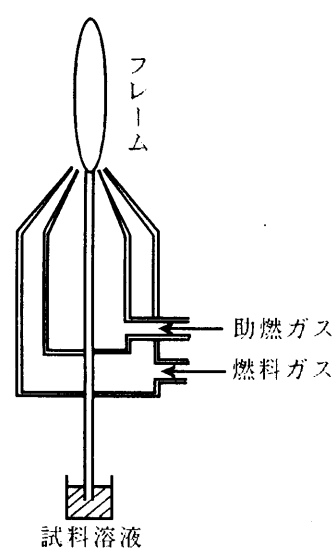

図4. 全噴霧バーナー
- ・全噴霧バーナー 試料溶液を直接バーナーのフレイム中に導入するもので試料溶液のバーナーへの導入率は高いが、試料のすべてが原子化されるわけではない。（図4）